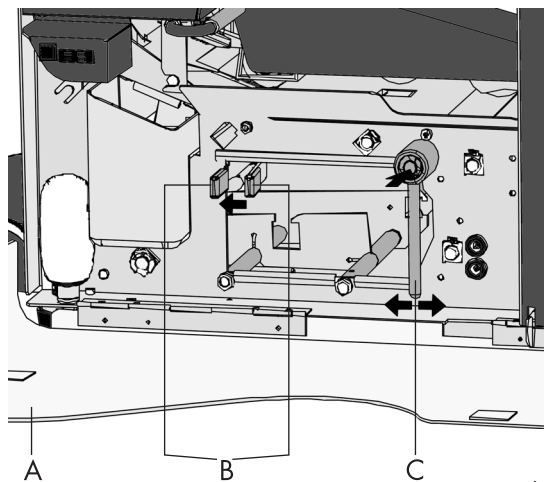

Abb. 55
- Seitenverkleidung A (Abb. 55) öffnen.
- Die blauen Hebel B (Abb. 55) zusammendrücken und den Kuvert aus der unteren Kuvertführung heraus nehmen.